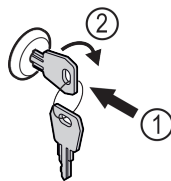

Fig. 176
- Inserire la chiave. Fig. 176 (1)
- Ruotare la chiave di 90° in senso orario. Fig. 176 (2)